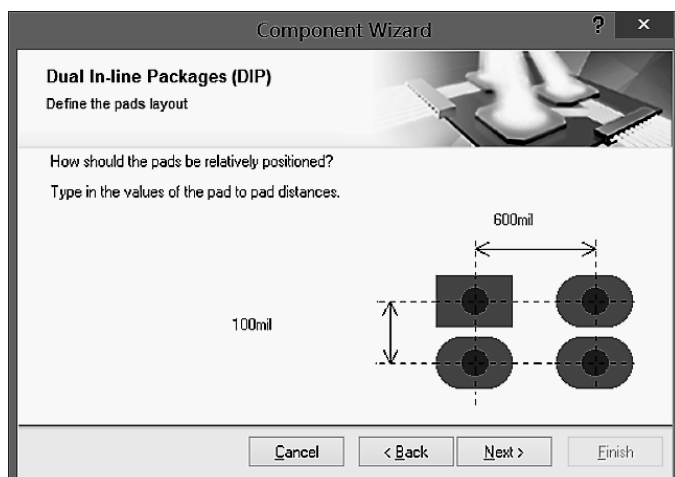

图 9-2-5 焊盘间距设置界面
(4) 单击【Next】按钮设置焊盘之间的间距。本例设置横向焊盘间距为 600mil ，纵向焊盘间距为 100mil ，如图 9-2-5 所示。